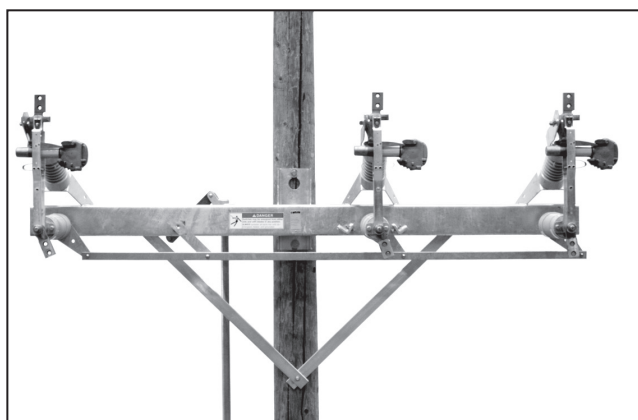

Figura 12. Fijación de riostras de cruceta (de otro proveedor) a la base del interruptor.
PASO 10. Si lo desea, las abrazaderas en cruceta (suministradas por otros) pueden ser añadidas a la base del interruptor. Ver Figura 12. Consulte el plano de montaje.